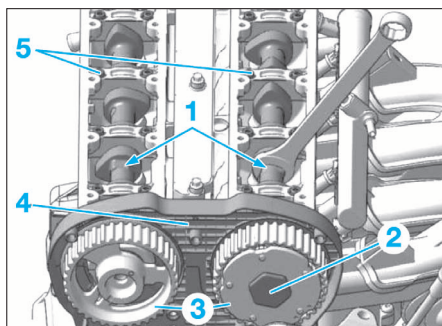

FIG. 51
- Immobiliser en rotation les arbres à cames à l'aide d'une clé plate sur les méplats (1) des arbres à cames (Fig.51).
- Déposer le bouchon (2) du déphaseur d'arbre à cames.
- Desserrer les vis de fixation des roues dentées (3) d'arbre à cames et les déposer.
- Déposer le carter de distribution (4) côté bloc-moteur.
- Desserrer progressivement et en spirale, en commençant par l'extérieur, les vis de fixation (5) des carter-chapeaux de palier d'arbre à cames de manière à décoller leur plan de joint.
- Déposer les vis de fixation (5) des carter-chapeaux de palier d'arbre à cames.
- À l'aide d'une clé plate, immobiliser les arbres à cames en rotation et serrer les vis des roues dentées au couple prescrit (Fig.51).